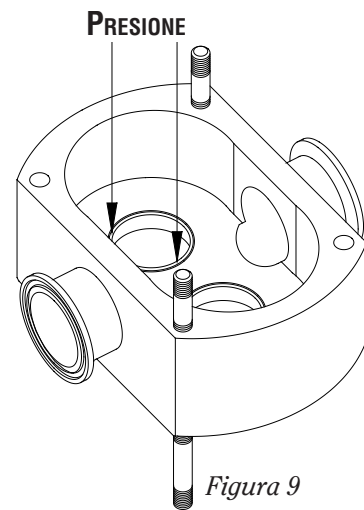

Figura 9
- d) Jale los sellos giratorios (18) de las galgas espaciadoras (3) y quite ambos de la caja de la bomba. Nota: en la bomba FL II 15 la galga espaciadora ya se quitó con los rotores.
- e) Coloque la carcasa de la bomba (10) con la cara hacia arriba sobre un banco y apóyela sobre los espárragos (35).
- f) Coloque sus pulgares sobre el DI de los sellos estacionarios del frente (14) y empuje hacia abajo para presionar los sellos estacionarios hacia afuera de la carcasa de la bomba (Figura 9).